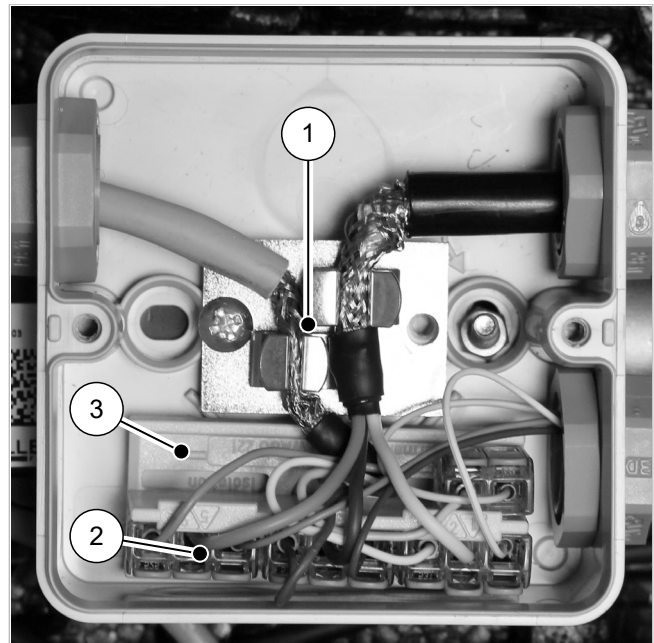

Abb. 15: Modbus-Anschlussbox
7. Wenn kein Aufkleber vorhanden ist, die Adern entsprechend folgender Farbcodierung auf die Klemmen auflegen (vgl. Abb. 15):